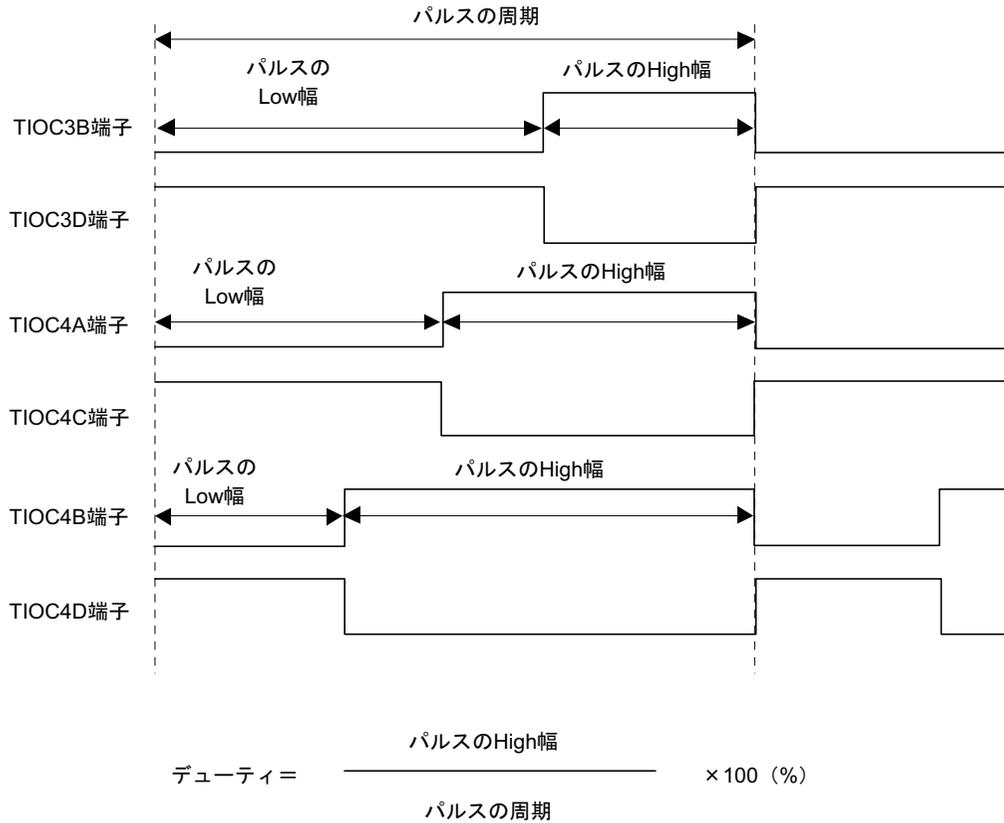

図 2.13 正相・逆相 PWM3 相出力波形
- (1) 図2.13に示すようにパルスHigh幅を変化させ、デューティ変化できるパルス（デューティパルス）を正相と逆相で3相出力します。
- (2) 内蔵周辺クロックPφ=20.0MHz動作時、出力するパルスの周期は100.0nsから3.27msの間任意に設定できます。